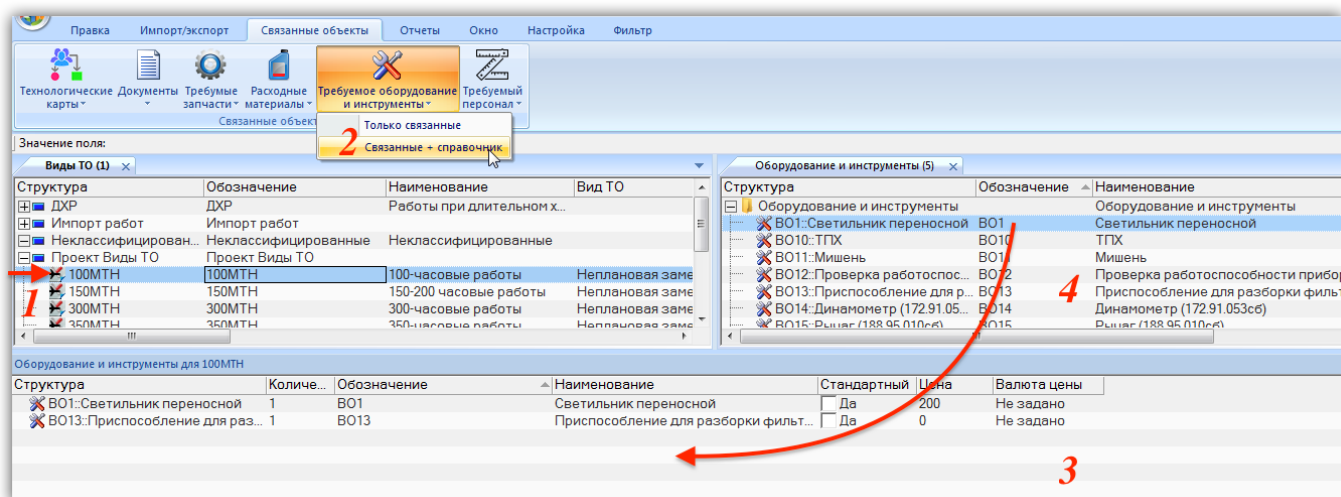

Рис. 17-23 – Оборудование и инструменты, необходимые для выполнения вида ТО
- 2) Выделить вид ТО в окне «Виды ТО» (1 на рис. 17-23).